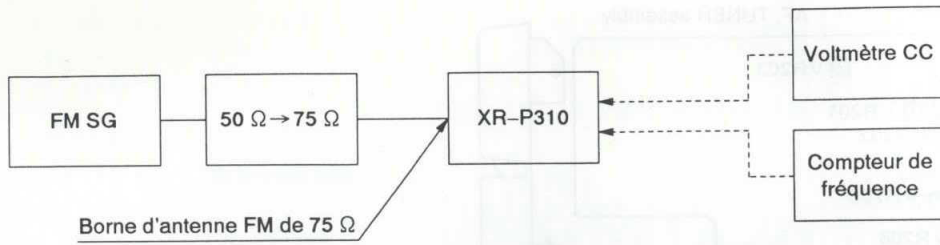

Fig. 8-1. Diagramme de Connexion de Réglage FM
- Raccorder comme indiqué sur la figure 8-1.